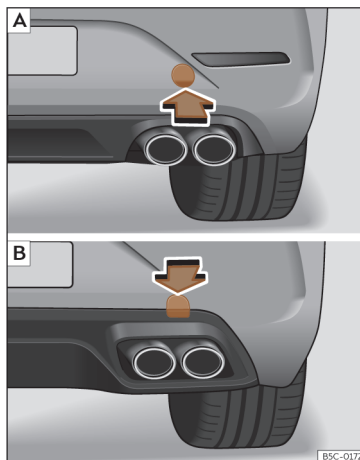

Fig. 50 En el lado derecho del paragolpes trasero: retirar la tapa. [A] Leon Sportstourer; [B] Leon.
El alojamiento de la argolla de remolque enroscable se encuentra en el lado derecho del paragolpes trasero detrás de una tapa >>> **fig. 50.**
- *Leon Sportstourer*: Presione sobre la zona inferior de la tapa»» **fig. 50 [A]** para desenchascarla. *Leon*: Presione sobre la zona superior de la tapa»» **fig. 50 [B]** para desenchascarla.